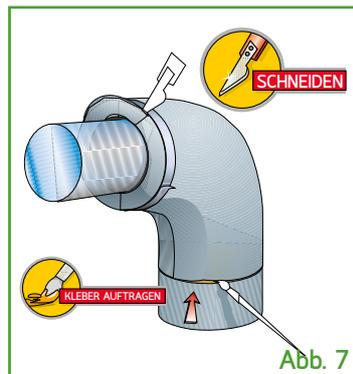

Abb. 7
7) Die beiden Enden im rechten Winkel stauchen, wobei als Führung ein Metallband benutzt wird, sodass sie die angrenzenden Abschnitte von Isoliermaterial berühren. (Abb. 7)